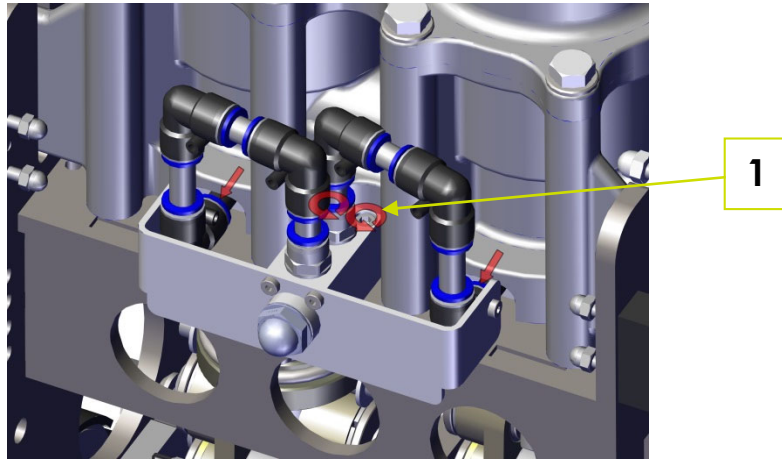

Fig. 5-1: Démontage de l'indicateur de fuite
1. Sur le côté droit (Fig. 5-1 : Démontage de l'indicateur de fuite), dévisser les deux vis à tête cylindrique M6x40 (1) (↻).